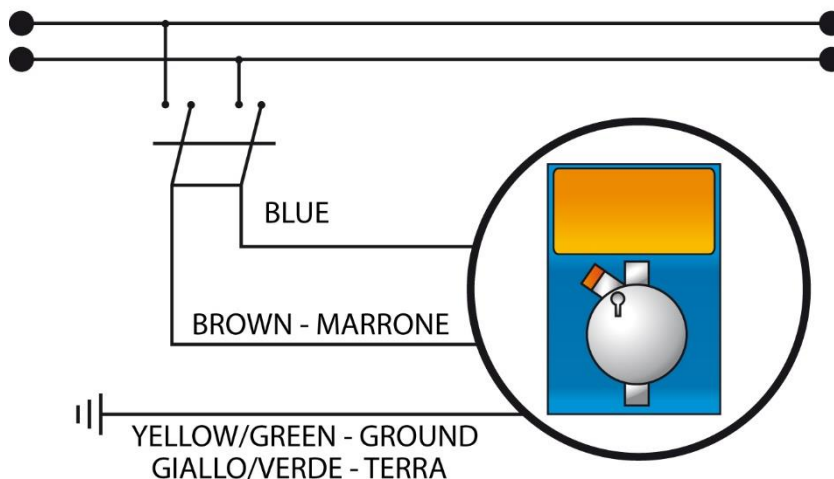

Fig.3 – Collegamento elettrico
- Assicurarsi che la stessa sia disattivata elettricamente (entrambe le polarità) staccando i conduttori dai punti di contatto della rete attraverso l'apertura di un interruttore onnipolare con distanza minima tra i contatti di mm 3 (Fig.3).
Rispettare le norme in vigore nei diversi paesi per quanto riguarda l'installazione elettrica. Se il cavo di alimentazione è privo di spina elettrica, l'apparecchiatura deve essere collegata alla rete di alimentazione tramite un interruttore omipolare sezionatore avente una distanza minima tra i contatti di 3 mm. **Prima di accedere ai dispositivi di collegamento, tutti i circuiti di alimentazione devono essere interrotti (Fig. 3).**